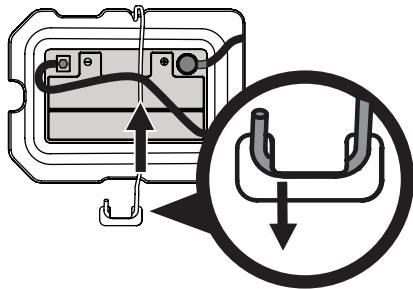

Figura 22
NOTA: el mazo de cables debería colocarse sobre la parte superior de la barra de sujeción de batería. De no ser así, el mazo de cables podría resultar dañado (Figura 22 en la página 51).
3. Extraiga la barra de sujeción de la batería empujando el extremo de acoplamiento hacia afuera de la lengüeta de la tapa de protección que está a la derecha de la batería. Luego levante la barra de sujeción de la batería para liberar la batería (Figura 22).